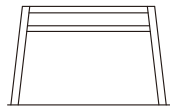

図1-2 寸法以上のイメージ
- 図1-2のように間口下端(※2)の寸法が許容範囲を超えて広がった場合は、シャッター耐風圧性能が低下して、シャッターがレールから外れるおそれがあります。